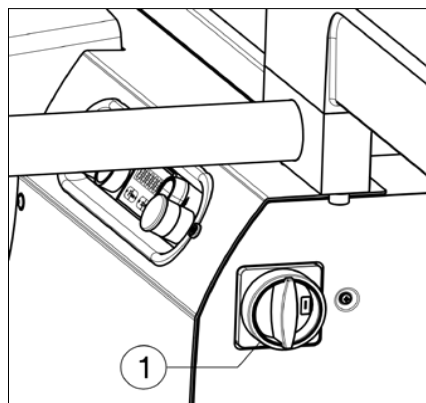

Abb.4
- die 3 Phasen an die Klemmen L1, L2, L3 (Abb. 4) anschließen;